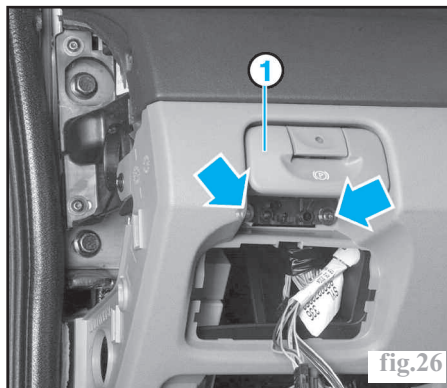

fig.26
- les deux vis de fixation de la palette (fig.26),
- la palette (1).